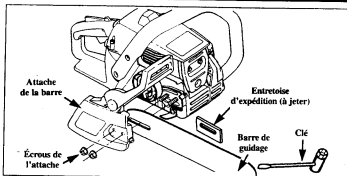

Figure 9
- Retirez les pièces suivantes comme indiqué sur la Figure 9 à l'aide de la clé fournie avec l'unité.